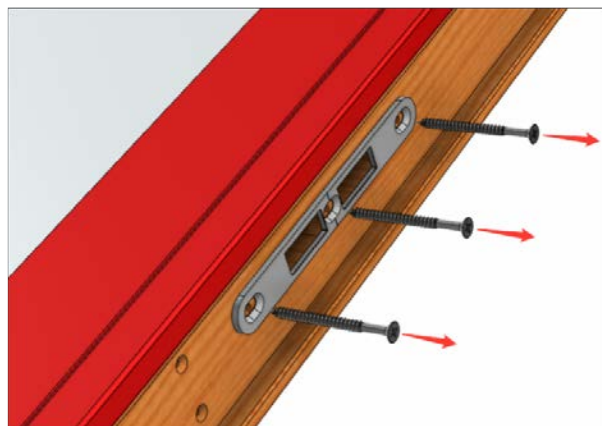

Fig BPT 2
- Vuelva a colocar la placa de cierre utilizando los tornillos originales que se retiraron en la Fig. BPT 2.